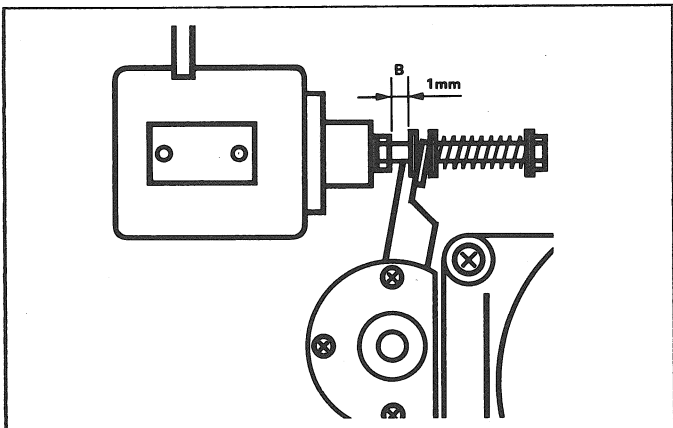

Fig. 5
- Avec la bande l'appareil on play. Accrocher un fil de nylon à une vis mise préalablement en place dans l'axe du galet et tirer avec une balance à ressort dans le sens A (fig. 5) jusqu'à ce que le galet se soulève de l'axe de cabestan (pleurage audible). La balance à ressort doit indiquer $10\text{ N} \pm 1\text{ N}$ ($1\text{ kp} \pm 0,1\text{ kp}$).
- Décaler l'aimant de pression à droite jusqu'à ce qu'on ait un espace B de 1 mm (fig. 5) entre l'entraîneur et le bras de pression. Bloquer l'aimant.
- Fixer les vis de l'aimant de pression au moyen d'une goutte de vernis. Contrôler la pression et, si nécessaire, régler au moyen de la vis C (fig. 5).